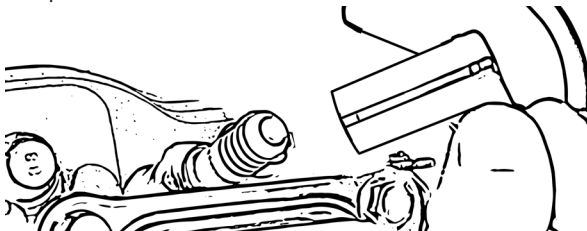

Bild 32
- Skjut in enheten på tändstiftet, bild 32.